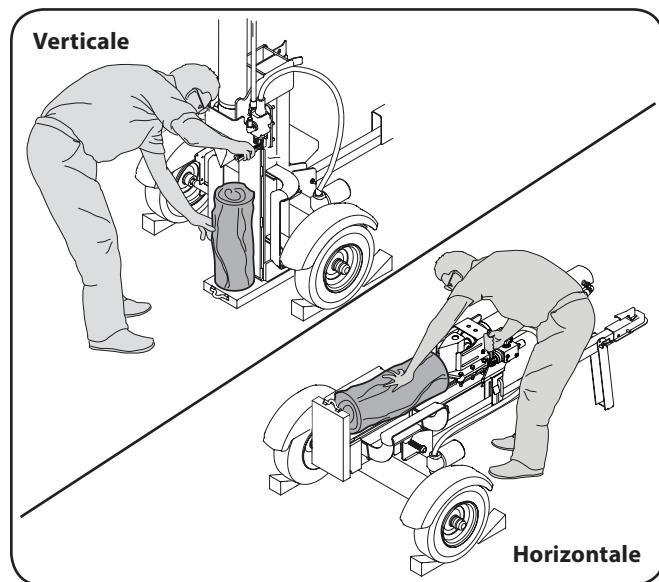

Figure 5-1
2. Immobilisez les roues en les calant à l'avant et à l'arrière. Voir Figure 5-1.
3. Pour stabiliser la bûche, placez votre main gauche sur la bûche du côté opposé de la poutre. Voir Figure 5-1.